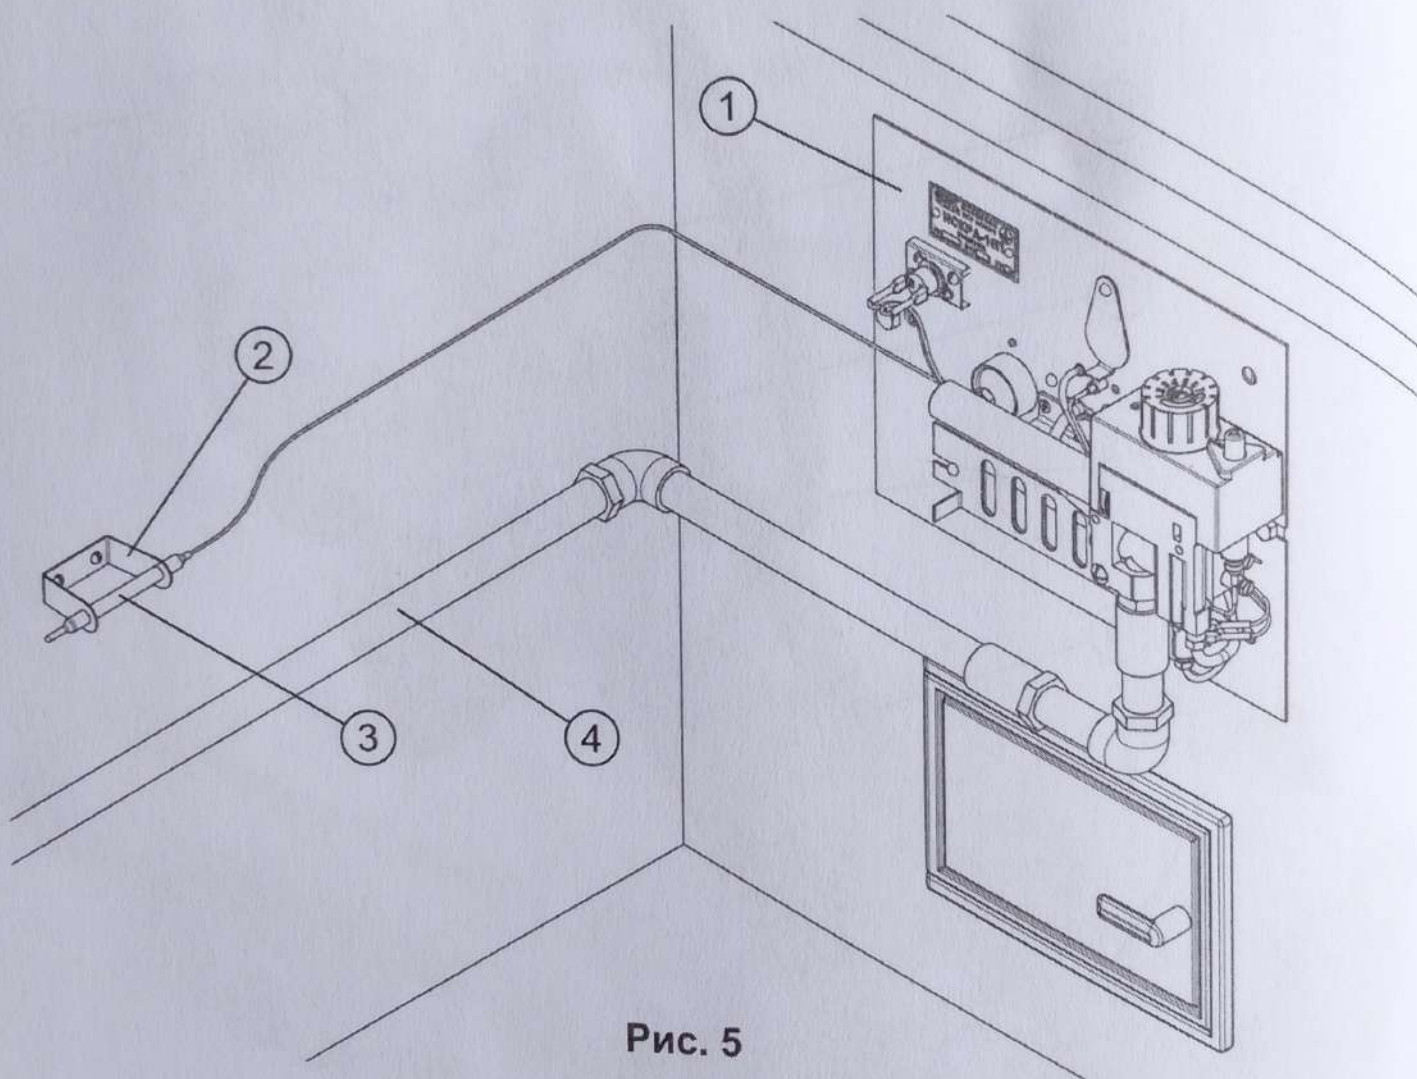

Рис. 5
- 5.3 Встановити пристрій 1 (рис.5) в топку печі і закріпити болтами М8 до рамки.